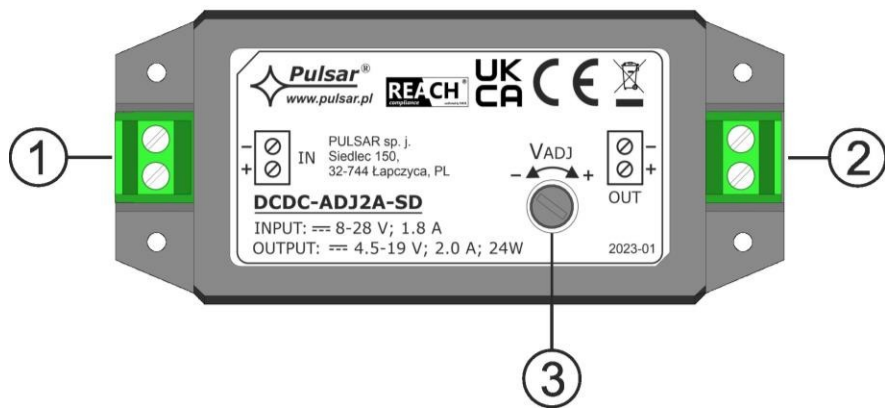
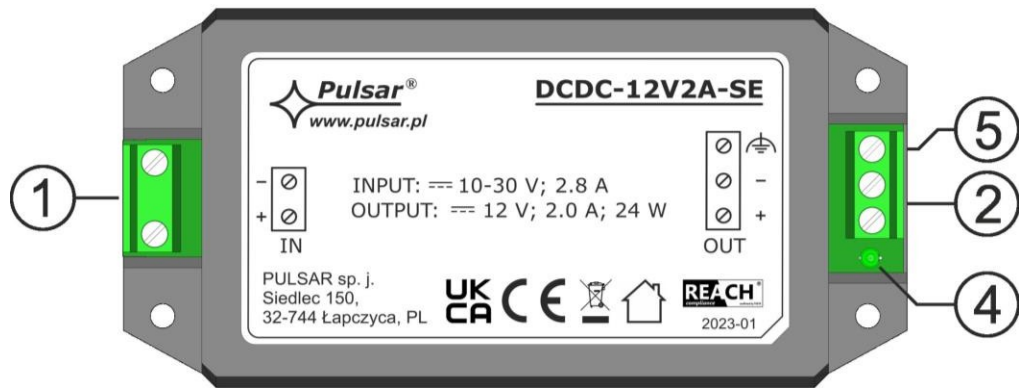

Fig. 2a. Vue du module convertisseur DCDC-ADJ2A-SD.
Fig. 2b. Vue du module convertisseur DCDC-12V2A-SD ; DCDC-12V2A-SE ; DCDC-24V1A-SE.
1.2. Description des composants et des connecteurs de l'alimentation (Fig. 2a, Fig. 2b,